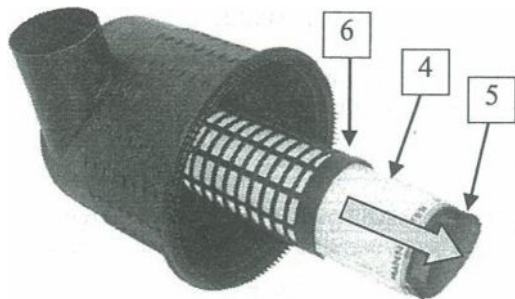

Рис. 5 Извлечение вспомогательного фильтроэлемента
Извлеките основной фильтрующий элемент (смотри пункт 1). Возьмите вспомогательный элемент (4) за прорезь для захвата (5) и вытащите его из внутренней опорной трубы (6) в корпусе (Рис.5).